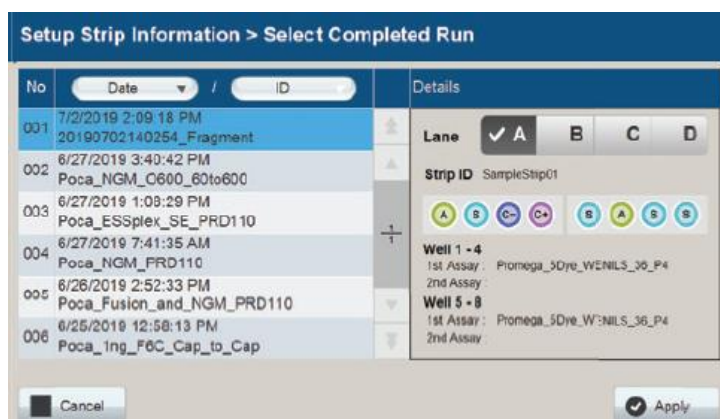

図 72 Select Completed Run 画面
2. 画面左側のリスト（図 72）から希望するランを選び、**Apply** を選択します。これにより、選択したランの情報が表示された Setup Strip Information 画面に戻ります。
- b. セクション 5.3 で作成した Run ID が、図 72 の完了したランのリストから選択したものと異なることを確認してください。